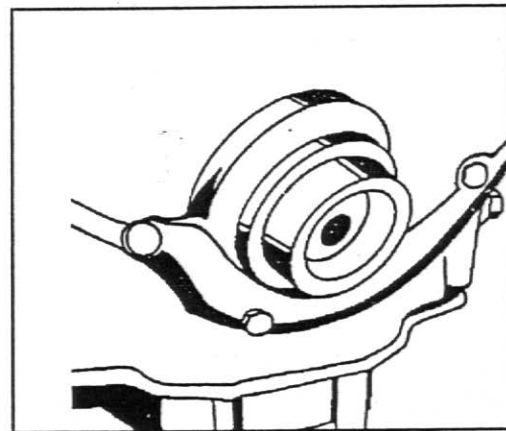

Fig. 20
17. Alinhe a tampa da distribuição com a ferramenta nº 81 30 415 e posicione corretamente o seu reforço inferior. Aplique Loctite 566 nos três parafusos que fixam o reforço e aperte todos os parafusos a um torque de 15-20 Nm (1,5-2,0 kgfm) (11-15 lbf.ft), fig.20.